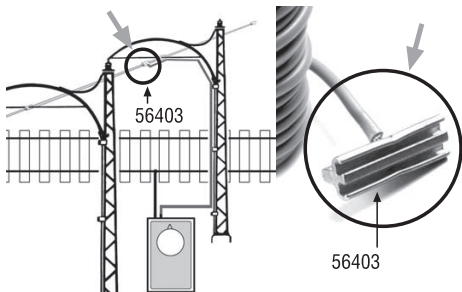

Abb. 5, Fig. 5, afb. 5
La plupart des locomotives LGB peuvent être alimentées par une ligne à suspension caténaire. Pour ce faire, vous pouvez utiliser le câble de raccordement de caténaire LGB 56403 pour raccorder le système caténaire à un bloc d'alimentation LGB (Fig. 5). Pour isoler électriquement des sections de voie, utiliser les pinces isolantes pour fil de caténaire LGB 56203.
- Voor elk te overspannen spoor een houder met het gat naar beneden op de dwarsverbinding schuiven (afb.5)